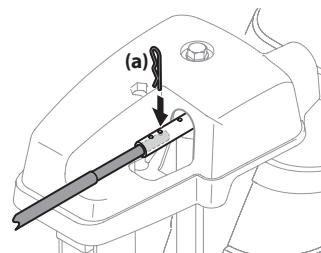

Figura 2-44
- Oprima la varilla de control del canal hacia el panel de control hasta que el orificio de la varilla quede alineado con el orificio del medio de la entrada del control del canal e inserte el pasador de chaveta (a) que extrajo en el Paso 1. Consulte Figura 2-44.